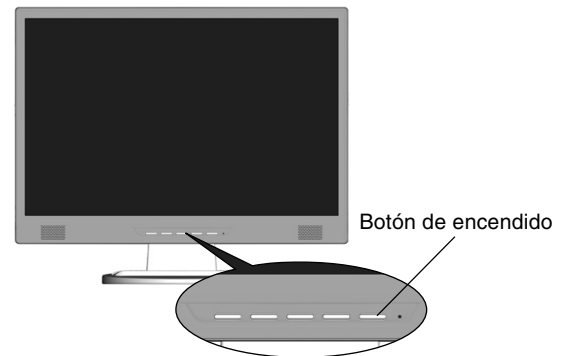

Figura C.1
5. Encienda el monitor y el ordenador con el botón de encendido (**figura C.1**).